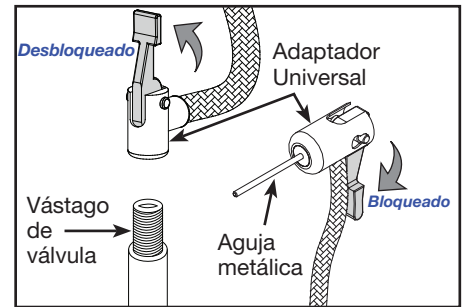

Figura 4 - Cierre firmemente el adaptador universal
3. Cuando el adaptador universal esté firme en su lugar, presione la palanca de cierre hacia abajo (vea la Figura 4).